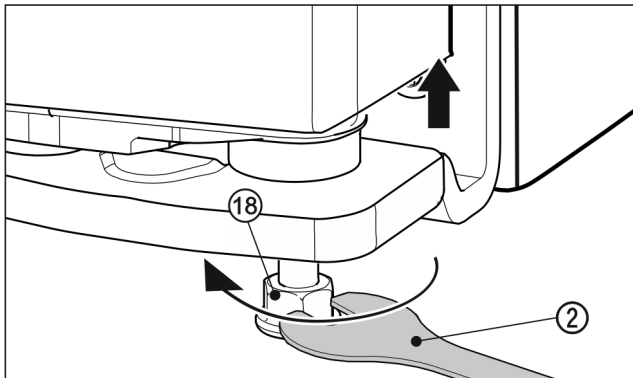

Fig. 21
- Pour soulever la porte, dévisser le pied réglable Fig. 21 (18) avec la clé à molette Fig. 21 (2) fournie en le tournant dans le sens des aiguilles d'une montre jusqu'à ce qu'il touche le sol. Continuer ensuite à tourner jusqu'à ce que la porte soit réglée en hauteur. À la livraison, le support de palier est vissé à fond.